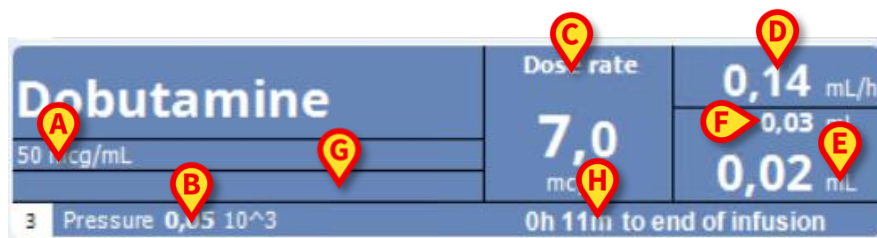

Abb. 11
Das Kästchen, das die Pumpe darstellt (Abb. 11) kann verschiedene Arten von Informationen anzeigen.
- Konzentration des Arzneimittels (Abb. 11 **A**);
- Druck des Infusionskreislaufes (Abb. 11 **B**) Über die Konfiguration kann eine „Druckschwelle“ festgelegt werden. Bei Überschreiten dieser Schwelle wird der Druckwert gelb angezeigt.
- Dosisrate ("Dose Rate" - Abb. 11 **C**); oder "Zieldosis" bei Arbeiten im pharmakokinetischen Modus. In diesem Fall erscheint neben dem Namen das Symbol der "Zieldosis" (⊙ / ⊕).
- Infusionsgeschwindigkeit ("Volume Rate" - Abb. 11 **D**);
- Gesamtifusionsvolumen (Abb. 11 **E**);
- Verbleibendes Volumen in der Spritze (Abb. 11 **F**);
- Verbleibende Zeit bis zum Ende der Infusion (Abb. 11 **F**);
- Profil, falls angegeben (Abb. 11 **G**).